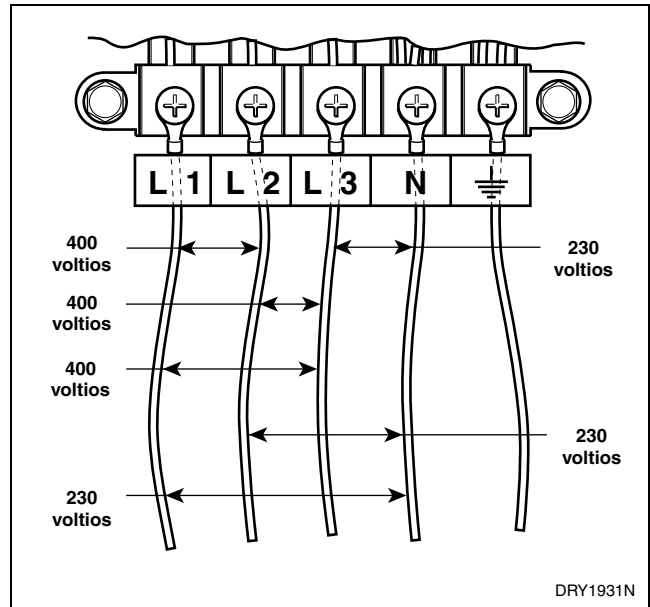

Figura 17
2. Conecte los alambres del cable eléctrico tal y como se muestra en la *Figura 17*.